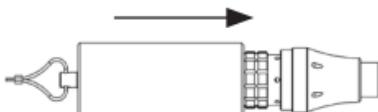

Abbildung 3
- Die Anschlusshülse auf das Anschlussende des elektrischen Handstücks setzen (Abbildung 3).
Vorsicht: Das Anschlussende des elektrischen Handstücks ist mit der dem Korb beiliegenden Anschlusshülse abzudichten (Abbildung 3).